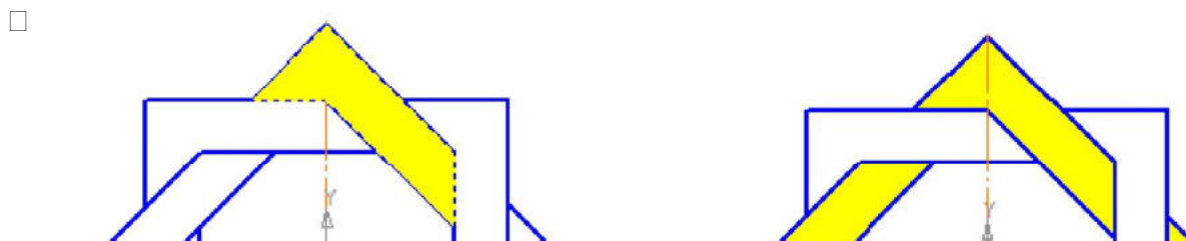

Рис. 16
- укажите точку внутри области, которую нужно залить. Система автоматически определит ближайшие возможные границы, внутри которых указана точка, и зальет данную область (рис. 16);